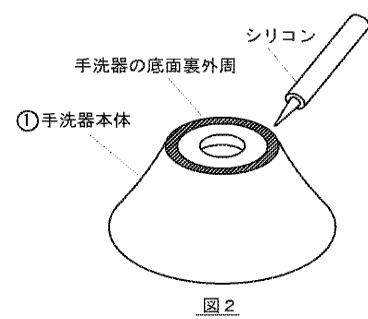

図2
- 2) ①手洗器本体裏面の底面裏外周にシリコンを塗布します。(図2参照)